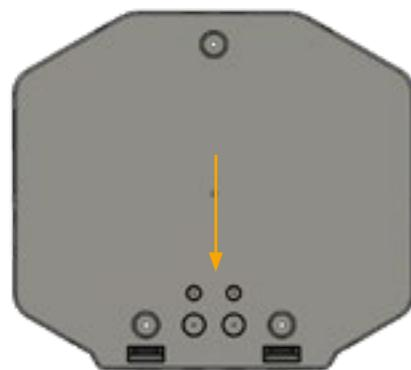

Abbildung 15: Löcher für eine rückseitige Zuleitungseinführung
- a. Optional: Bohren Sie für eine rückseitige Zuleitungseinführung mit einem geeigneten Bohrwerkzeug (\varnothing 21,5mm bzw. \varnothing 29,5mm) Löcher für die Kabellücken an die entsprechend dafür vorgesehenen Gehäusestellen auf der Rückseite des Gehäuses. (Abbildung 15)
6. Zeichnen Sie die Montagelöcher an (Abbildung 15, Pfeile).